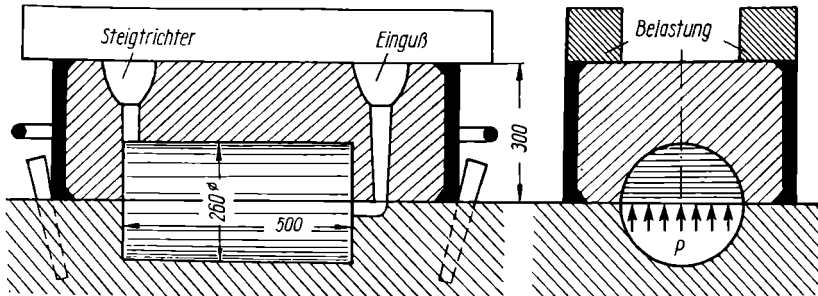

Bild 209
25. In einem 300 mm hohen Formkasten ist eine vollzylindrische Walze von 260 mm Durchmesser und 500 mm Länge nach Bild 209 eingeformt. Wie schwer muß die